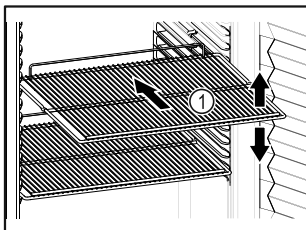

Fig. 59 Ilustrační zobrazení
- ❑ Pokud jsou odstavné rošty Fig. 59 (1) přemístitelné, přizpůsobte je vždy na danou výšku.